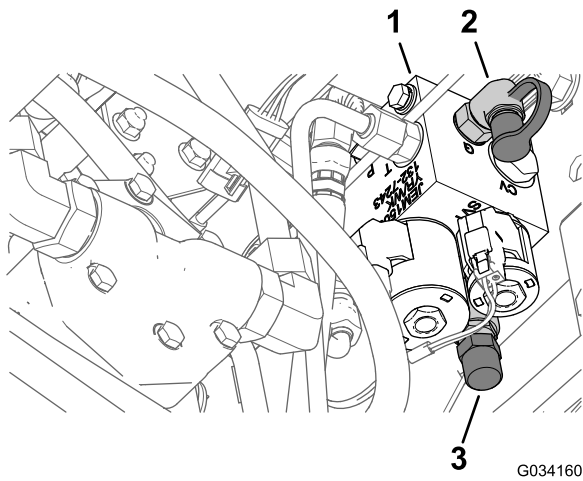

図 16
3. 昇降マニホールドの後部にあるテストポートに圧力計を接続する 図 16。
4. 昇降マニホールドの前部にある重量移動スプールについているキャップを外す 図 16。
5. スプールの底部についているジャムナットをゆるめる 図 16。